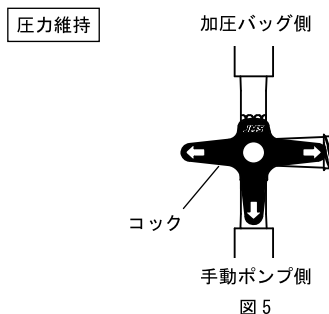

図 5
**6. 圧力を維持するため、三方活栓のコックを図 5 のように合わせ、加圧バッグ側の空気流路を閉じます。